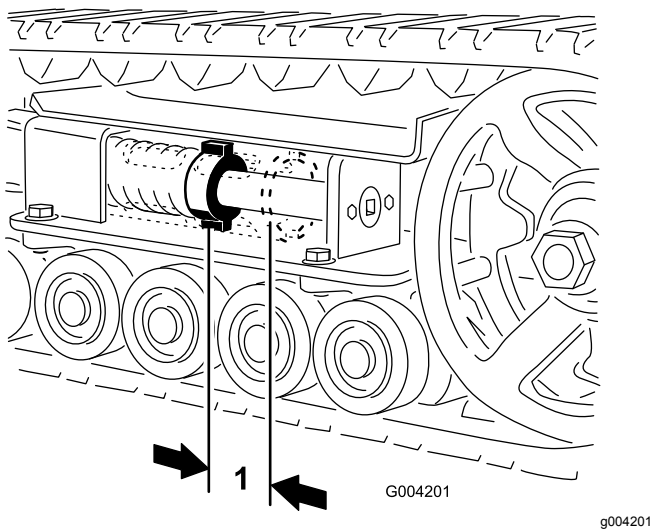

Bild 44
Der Abstand zwischen der Spannungsmutter und der Rückseite des Spannsrohrs sollte 7 cm sein (Bild 44). Stellen Sie ansonsten die Kettenspannung wie folgt ein:
5. Drehen Sie die Spanschraube mit einer Ratsche (1/2") nach links, bis der Abstand zwischen der Spannmutter und der Rückseite des Spannsrohrs 7 cm beträgt (Bild 44).
12. Drehen Sie die Spannschraube nach links, bis der Abstand zwischen der Spannmutter und der Rückseite des Spannungsrohrs (Bild 44) 7 cm beträgt.
18. Drehen Sie die Spannschraube nach links, bis der Abstand zwischen der Spannmutter und der Rückseite des Spannungsrohr (Bild 44) 7 cm beträgt.